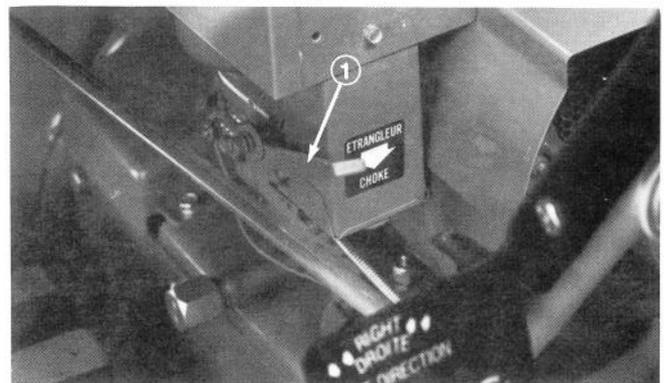

Figure 21
Étrangleur (Fig. 21) — L'étrangleur est du côté gauche du moteur. Enfoncez à fond la manette (FULL CHOKE) pour faire démarrer le moteur froid. Quand le moteur s'est réchauffé, ramenez la manette à sa position la plus haute.
4. Enfoncez à fond l'étrangleur (Fig. 21).